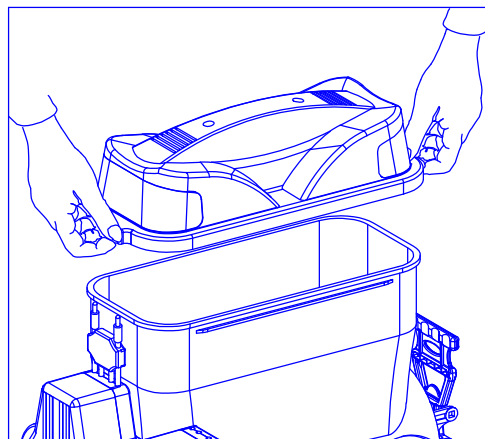

Fig. 11a
6.2 Démontage couvercle. (Fig. 11a)